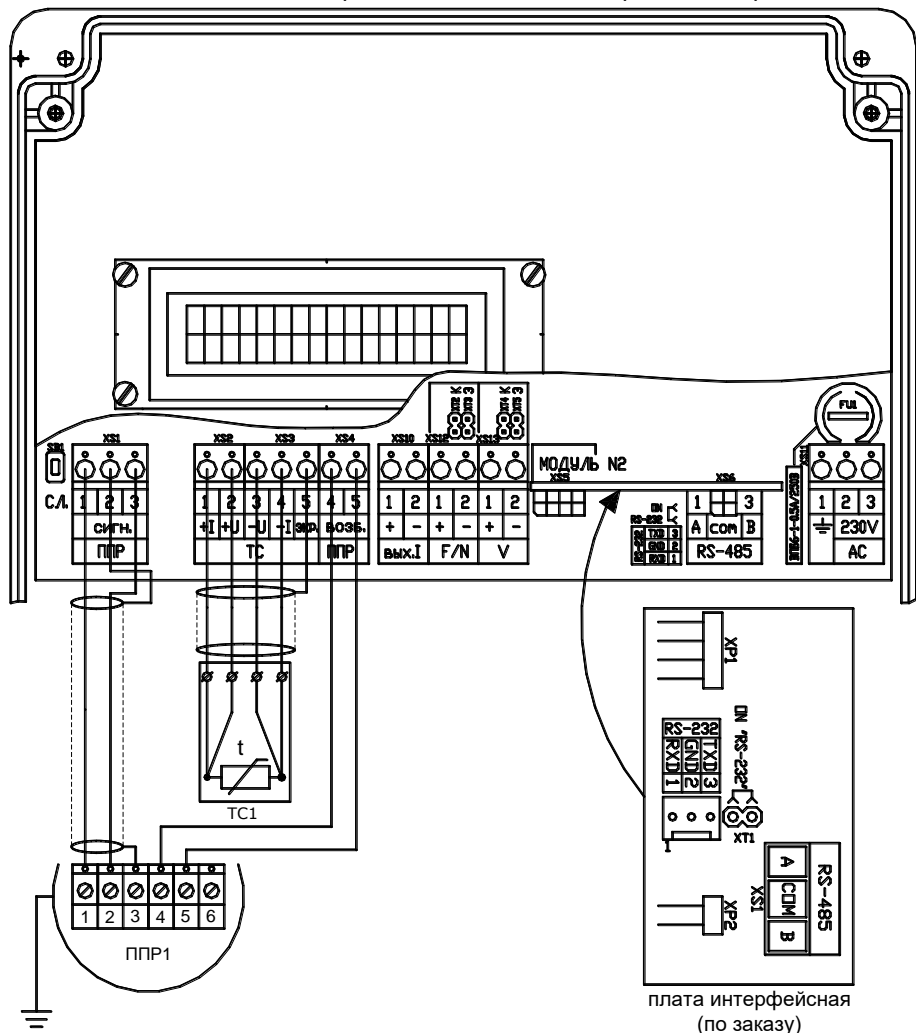

Рис. 8.9
8.7.2 Монтаж электрических цепей должен осуществляться в соответствии со схемой электрических соединений, приведенной на рис. 8.9.
8.7.6 Экран кабеля сигнальных линий должен быть надежно изолирован внешней оболочкой от трубы или металлорукава, в котором он прокладывается, и присоединен к ППР и ИВБ в соответствии с рис. 8.9.
- 2) Выбор типа интерфейса (RS-232C или RS-485) осуществляется путем установки (снятия) джампера **ХТ1** на **плате интерфейсной** (см. рис. 8.9а):
Рис. 8.9а
Рис. 8.9б
3) Конфигурация выходных каскадов F/N и V выбирается путём установки/снятия джамперов XT2 (XT4), XT3 (XT5), расположенных за клемниками F/N и V (см. рис. 8.9б, 8.9в, таблицу 8.2)
Рис. 8.9в
8.7.12 Подключение ТС к ИВБ производится по 4-х проводной схеме в соответствии с рис. 8.9. Для подключения термопреобразователей к ИВБ рекомендуется использовать кабели: КММ 4×0,35 мм², ШВВП 4×0,5мм², РПШ 4×0,5мм², КУПР 4×0,5мм² или СПОВ 4×0,5мм². Во избежание дополнительных помех и наводок, а также механических повреждений кабелей линии связи ИВБ с ТС рекомендуется также прокладывать в стальных заземленных трубах или заземлённых металлорукавах. При использовании кабеля КММ 4×0,35 мм² экранирующую оплетку кабеля подключить к контакту 5 «экр.» зоны подключения ТС.
8.8.2 Выбор типа интерфейса (RS-232C или RS-485) осуществляется путем установки (снятия) джампера **ХТ1 на плате интерфейсной** (см. примечания рис. 8.9а):
8.9.2 Проверить правильность монтажа электрических цепей в соответствии с электрической схемой подключения, приведенной на рис. 8.9.